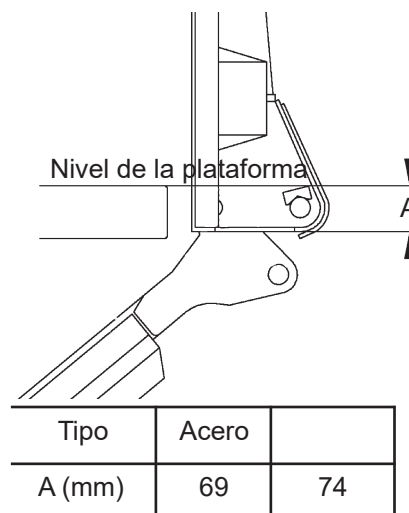

Figura 24. La suspensión inferior del puente (A) varía de un puente a otro
La suspensión inferior del puente (A) varía de un puente a otro, algo que debe considerarse al montar la junta en el borde superior. Véase Figura 24.